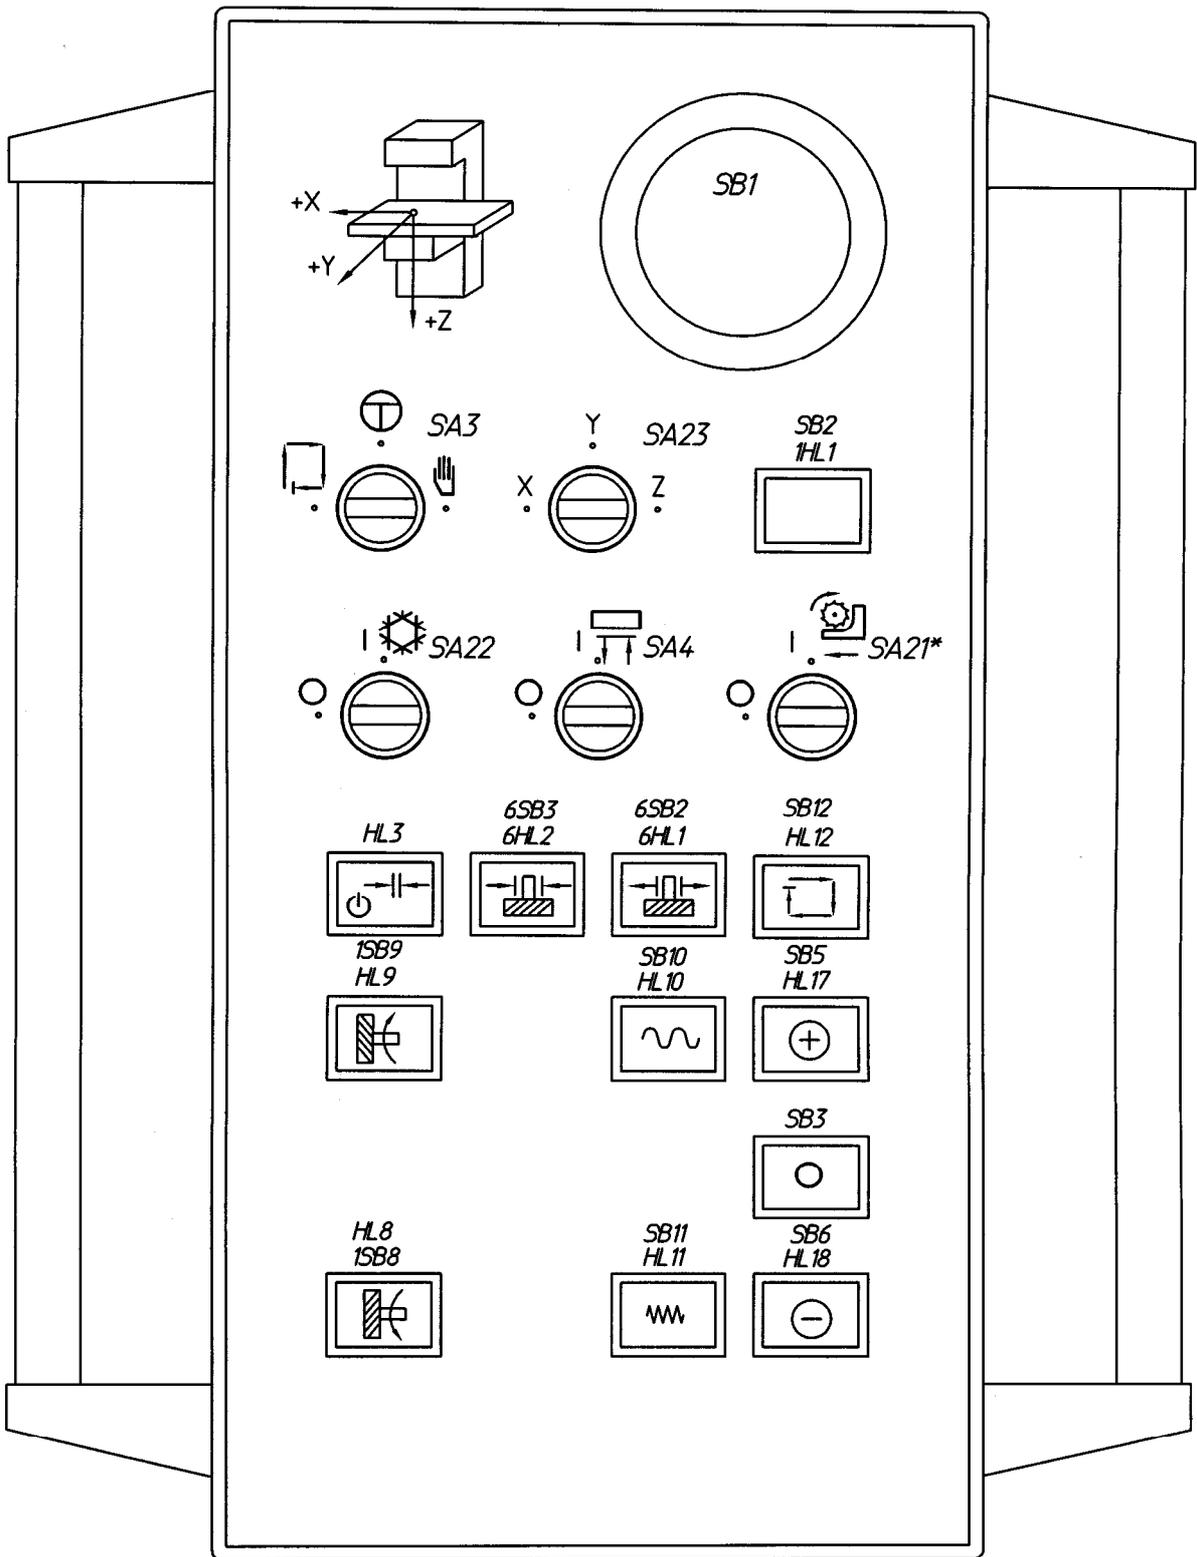

Рисунок 7.1-Пульт управления станка, собранного по схеме электрической принципиальной FU450R.00.00.000 33.
Элементы электрического управления и индикации расположены на пульте управления станком (рисунок 7.1) и на панели управления, встроенной в электрошкаф (рисунок 7.2) и на станке. В электрошкафу находится вводной автоматический выключатель QF1 с запирающим устройством.
– включить кнопку SB2 "Пуск" на пульте (рисунок 7.1).
При нажатии на кнопку аварийного отключения SB1, находящуюся на пульте управления (рисунок 7.1) прекращаются все движения станка. Так как выбега шпинделя нет, свободное резание инструмента, находящегося в контакте с изделием, отсутствует.
Нажатием на кнопку SB3 пульта управления (рисунок 7.1) отключаются все перемещения стола.
- переключатель режимов работы SA3 установить в положение "Ручное". Дальнейшая работа станка производится с помощью кнопок, расположенных на пульте управления (рисунок 7.1) и на панели управления (рисунок 7.2) электрошкафа.
Направление перемещений по соответствующим осям видно из схемы на пульте управления (рисунок 7.1). Так как при подаче предварительный выбор направления отсутствует, то при нажатии на кнопки " + " или " - " осуществляется подача в соответствующем направлении. (Это происходит в случае, если не выбиралась предварительно скорость, указанная в п.2). Шпиндель включается кнопками 1SB8 и 1SB9 по выбору оператора. После достижения установленного числа оборотов автоматически начинается движение подачи в избранном направлении.